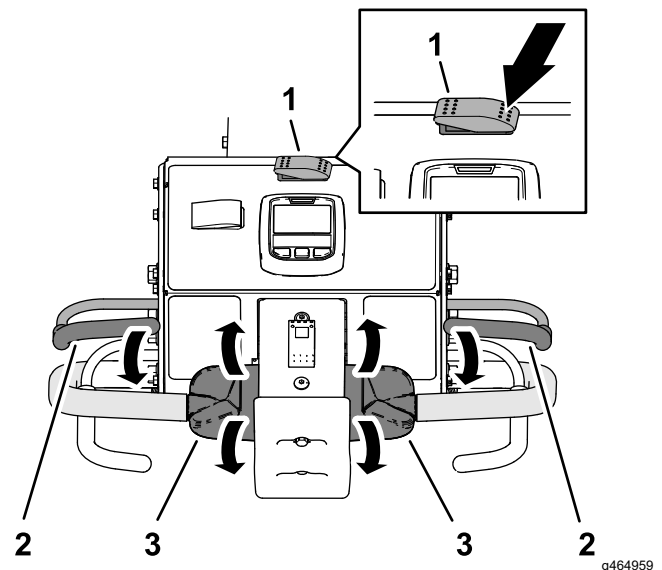

Figure 83
3. Appuyez sur le côté gauche de la commande de transport/aération pour la placer à la position TRANSPORT (Figure 83).
5. Serrez la barre de présence de l'utilisateur contre la poignée droite ou gauche du timon (Figure 83).